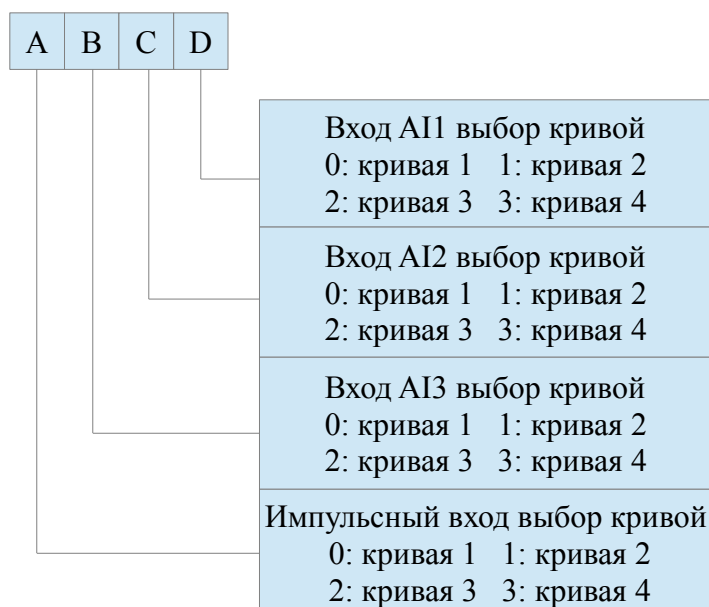

Рис. 6-9. Выбор кривой частоты
Значение аналогового входа (A) приводится в процентном соотношении без единиц, при этом 100% соответствует 10 В или 20 мА. Импульсная частота (P) также приводится в процентном соотношении без единиц, 100% соответствует максимальной частоте импульсов, определяемой в A6.10. Постоянная времени фильтра, используемая относительным выбором, определяется в A6.A3.00 и используется для выбора кривой аналогового входа и кривой импульсного входа, как показано на рис. 6-9.